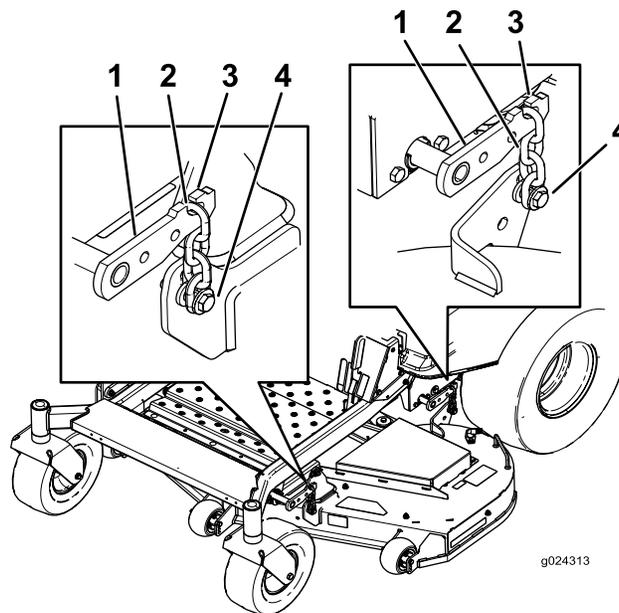

Figura 70
5. Afloje los pernos de ajuste en las cuatro esquinas, hasta que la carcasa quede bien asentada sobre los cuatro bloques (Figura 70).
6. Asegúrese de que las cuatro cadenas están tensadas (Figura 70).
7. Apriete los cuatro pernos de ajuste (Figura 70).